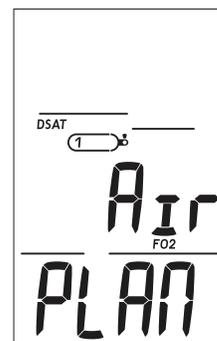

Fig. 8A - ÉCRAN D'ACCÈS AU MODE PLAN (mélange gazeux 1 réglé sur Air)
**Écran d'accès au mode Plan : paramètres affichés (fig. 8A, B)**